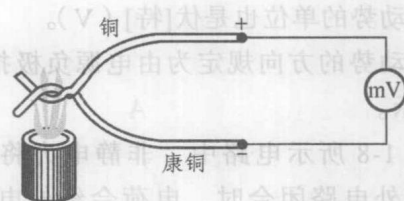

图 1-5 通过热来产生电压
(2) 图 1-5 所示是通过热来产生电压。先将一段铜丝和一段康铜丝绞合或焊接起来，并将另外的导线端接在一个电压表上，然后在两段导线的连接处加热，这两段导线的另外两端间将会产生电压。